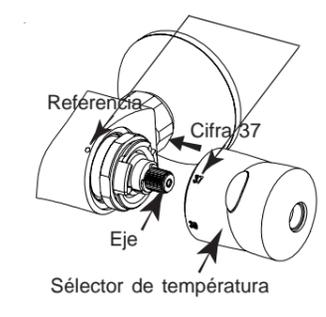

Fig. 7
- Cuando cambie el cartucho de temperatura o el cabezal (válvula) de caudal: ayudarse (por ejemplo) de un lápiz para extraer el cono del selector (fig. 7) y fijar el selector con un tornillo.